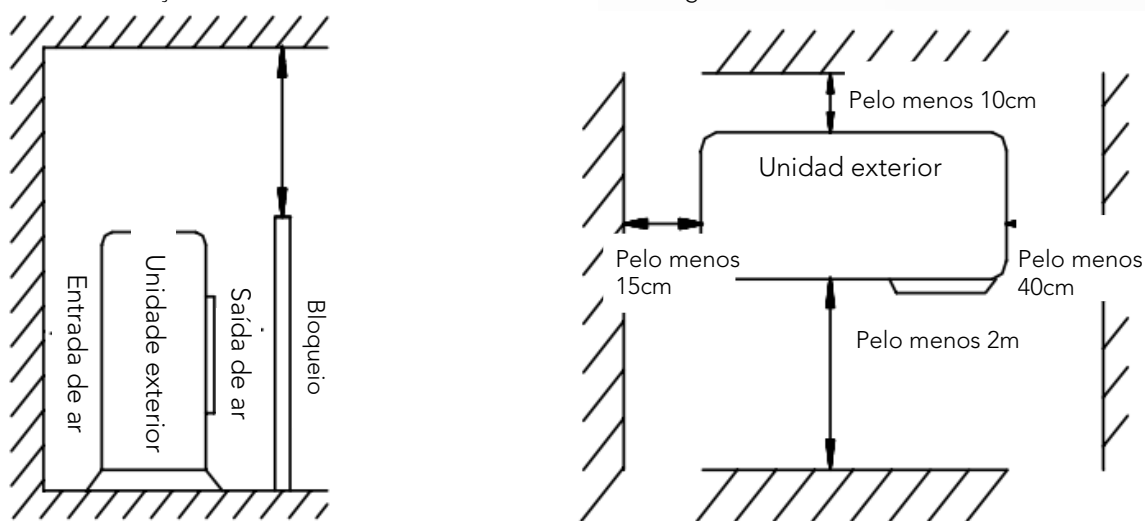

Fig 2
- A distância de instalação deve ser necessária conforme mostrado na Fig. 2.